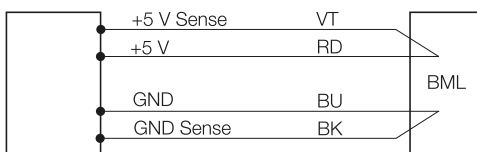

Bild 4-4: Netzteil mit Sense-Leitung
- i** Beim Betrieb an 5 V muss die Betriebsspannung  $5\text{ V} \pm 5\%$  betragen. Um Spannungsabfall in der Zuleitung zu kompensieren, wird ein geregeltes Netzteil mit Sense-Eingang empfohlen (Bild 4-4).